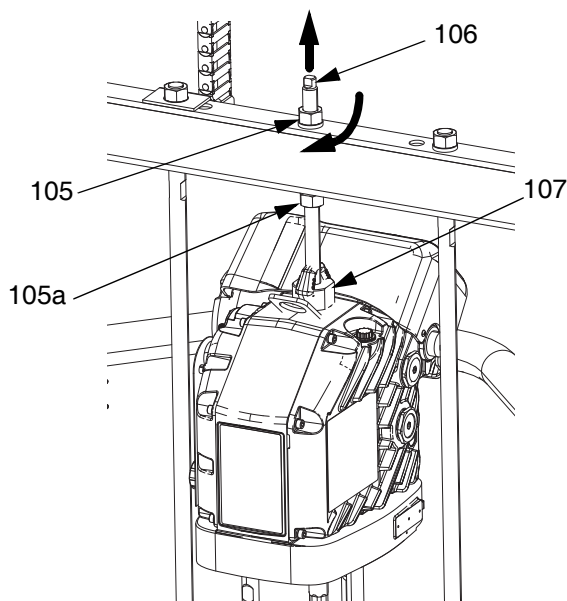

FIG. 36
1. Inserire la pompa volumetrica (AC) sul piatto (AD). Seguire la procedura **Collegamento del piatto** a pagina 45.
3. Connettere l'unità di azionamento (AB):
- a. abbassare l'unità di azionamento (AB) sulla pompa volumetrica (AC) girando con una chiave il dado (105) sulla parte superiore della barra del pistone. Vedere FIG. 36 a pagina 46. Avvitare il dado (105) verso l'alto e serrarlo sotto la barra del pistone. Serrare il dado (105) sotto la traversa con una coppia massima di 34 N•m (25 ft-lb).